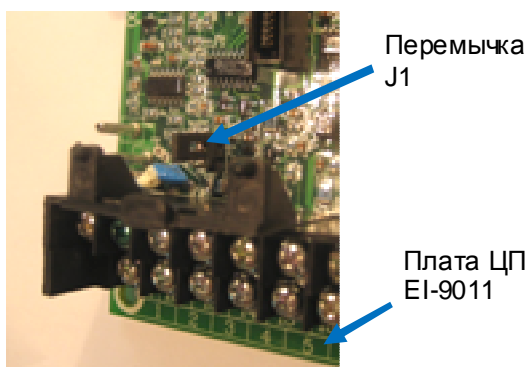

Рис. 4.29. Переключка J1 на плате ЦП EI-9011.
4.18.15. Отсоединить вывод потенциометра от клеммы 13 и соединить его с клеммой 14. При этом удалить переключку J1 на плате ЦП – см. рис. 4.29 (после завершения диагностики переключку J1 вернуть на место).